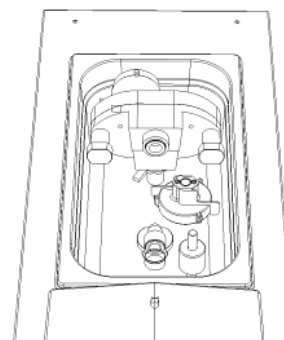

Fig. 24
- Una volta rimontati tutti i componenti del cilindro congelatore, sistemare tutti i componenti della vasca superiore nella stessa posizione che avevano prima della sanificazione (Fig. 24).